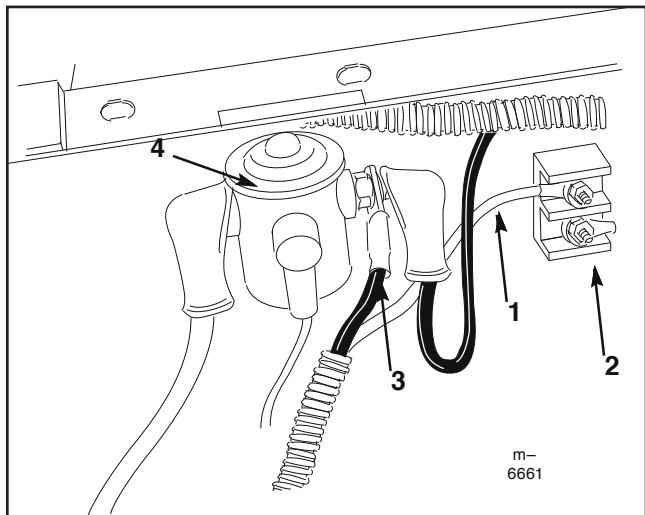

図5
10. 電源コードを、運転席下のソレノイドに接続する(図5)。
11. 黒いアース・ワイヤをアース端子ブロックのアース端子に接続する(図5)。